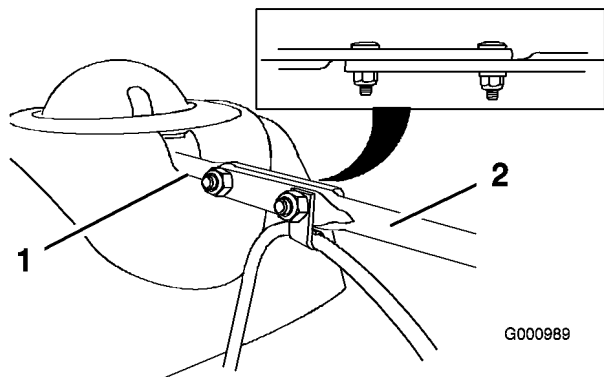

Figure 14
3. Alignez l'extrémité plate arrière de la longue tige d'orientation de l'éjecteur sur l'extrémité plate avant de la tige courte qui part du panneau de commande, de façon à les engager l'une dans l'autre (Figure 14).